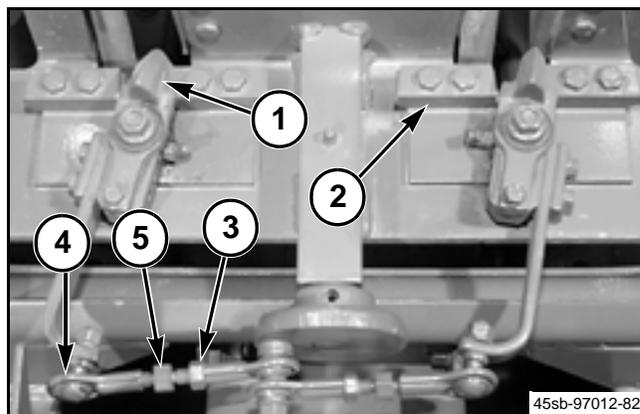

FIG. 66
FIG. 66: Ajuste el portador de alambre (1) a la placa de reborde (2) sin alambre en el portador. El sujetador de alambre debe contactar la placa de reborde pero no muy apretada. Para ajustar el portador de alambre, afloje la contratuerca (3) y gire el tornillo de ajuste de la articulación de rótula (5).